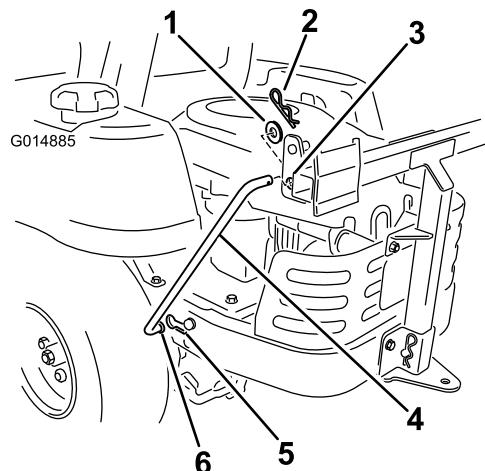

Figura 15
- Montate due asti di supporto, una su ciascun lato del telaio del sistema di raccolta. Individuate la scanalatura sagomata già presente nel telaio della macchina e inserite l'estremità curva e svasata dell'asta nella scanalatura (Figura 15). Spostate l'asta all'indietro per inserirla in posizione nel telaio.
6. Inserite le estremità curve dell'asta nel telaio del sistema di raccolta, come illustrato nella Figura 15. Assicurate l'estremità dell'asta con una rondella e una coppiglia.